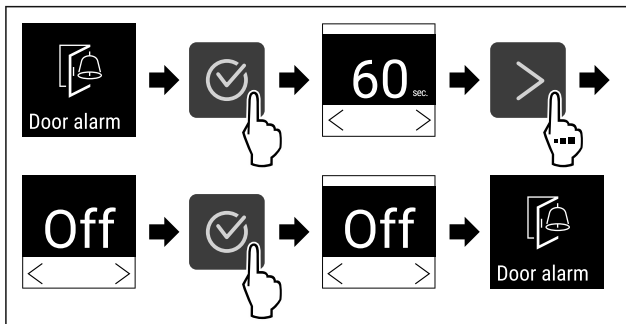

Fig. 142
- ▶ Провести етапи операцій (див. Fig. 142) .